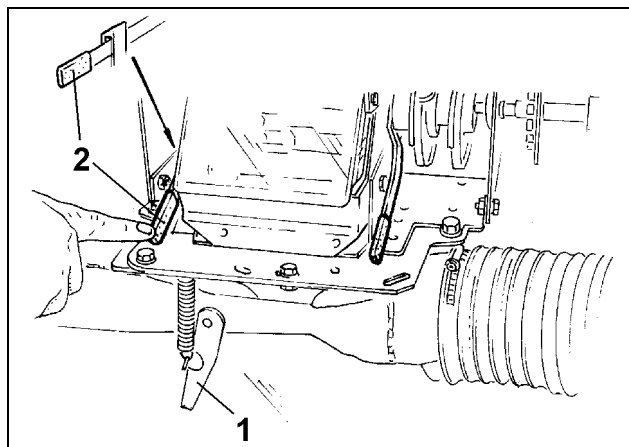

Fig. 104
- compuerta de esclusa del inyector (Fig. 104/1) y
Para abrir la compuerta de vaciado residual empujar la palanca (Fig. 104/2) detrás de la unidad dosificadora hacia abajo y bloquear.